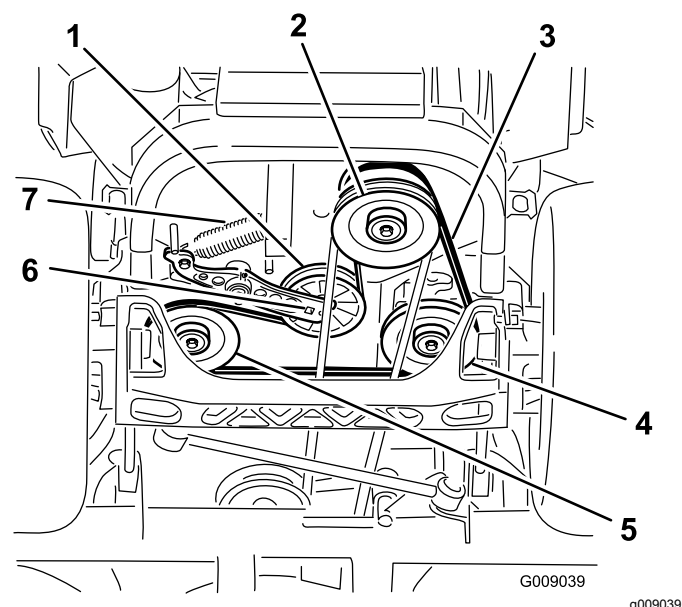

Figure 75
4. Soulevez la machine sur des chandelles (Figure 75).
5. Insérez un rochet dans le trou carré du bras de la poulie de tension pour déposer le ressort de la poulie de tension (Figure 75).
6. Décrochez le ressort de tension sur le cadre (Figure 75).
9. Insérez un rochet dans le trou carré du bras de tension pour installer le ressort de la poulie de tension sur le cadre (Figure 75).